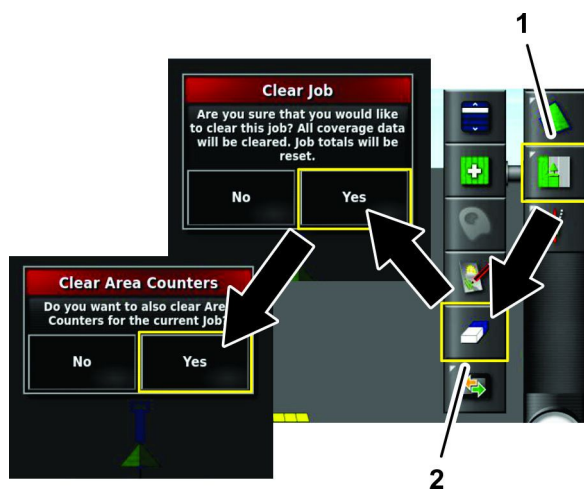

图 30
1. 按“作业菜单”图标图 30。
2. 按“清除作业数据”图标图 30。
3. 按清除作业对话框中的 是图标图 30。
4. 按清除面积计算器对话框中的 是图标图 30。